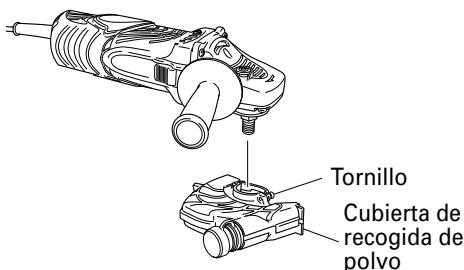

Fig. 2
6. Montar y ajustar la cubierta de polvo (Fig. 2)